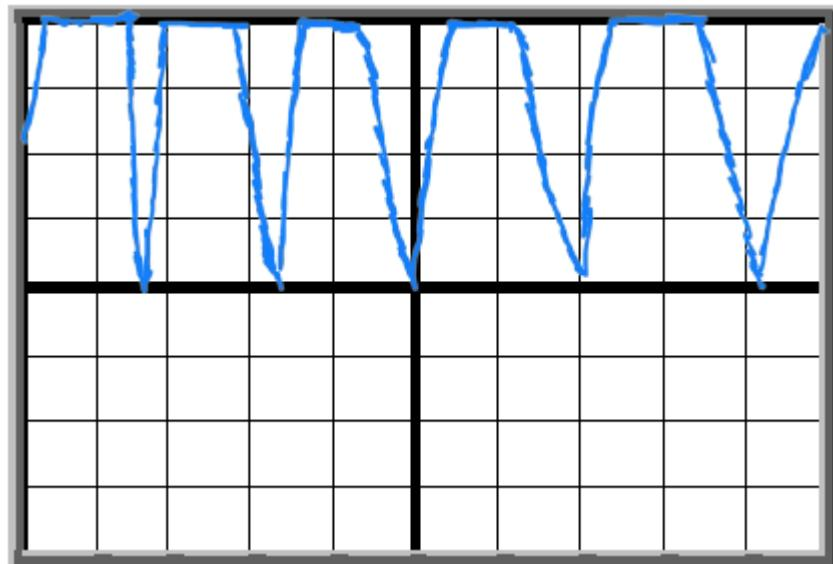

Fig. 1.17. Gráfica de la señal del voltaje de salida del rectificador de onda completa tipo puente.
- c) Desconectar el canal 1 del osciloscopio y medir el voltaje de salida ( $V_o$ ) colocando el canal 2 entre los nodos 3 y 0, el canal debe de estar en modo CD. Graficar la señal que se obtiene a la salida del rectificador en la Fig. 1.17. De la señal del canal 2 medir el voltaje pico menos dos veces el voltaje del diodo ( $V_p - 2V_D$ ) y calcular el voltaje del diodo ( $V_D$ ); medir el voltaje de salida ( $V_o$ ) del rectificador mediante el multímetro en la opción de CD; y la corriente de salida ( $I_o$ ) del rectificador mediante el multímetro en la opción de CD, registrar los datos obtenidos en Tabla 1.10.